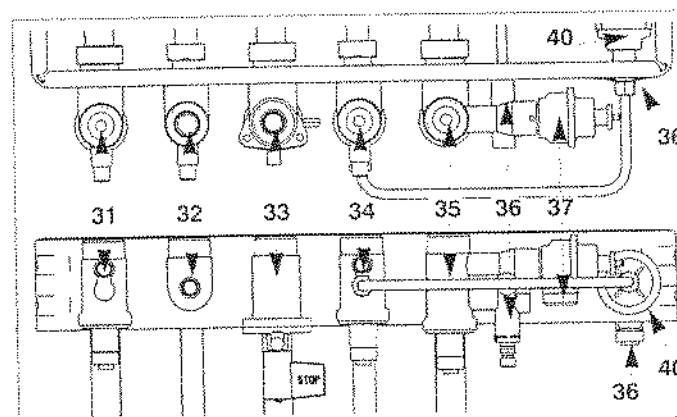

Fig. 22 - vues de dessus et de face
Barrette robinetterie (fig. 22)
3. Ouvrez l'arrivée du gaz en tournant le robinet gaz "33" (fig. 22, page 20), sur la position « I ».
- Coupez l'arrivée du gaz en tournant le robinet "33" (fig. 22, page 20), sur la position «STOP».